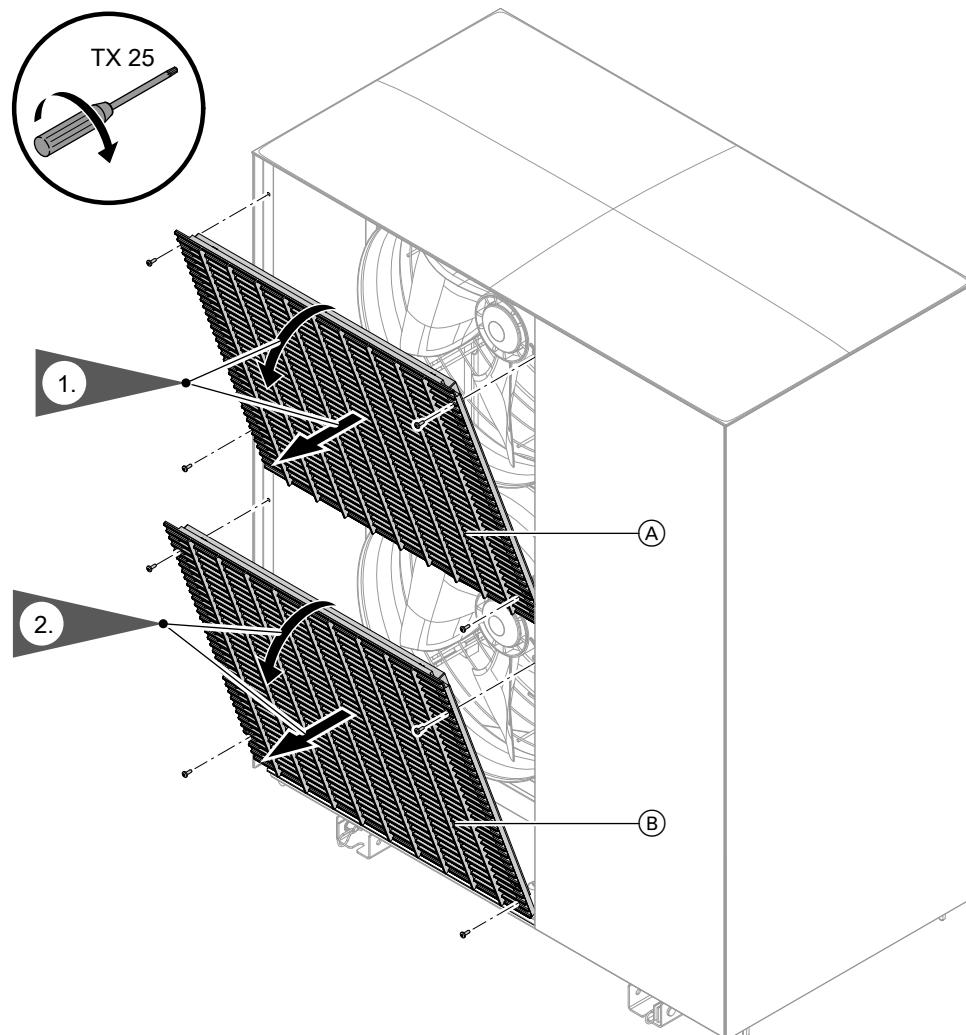

Fig. 100
2. Remove fan grille: See Fig. 100.
2. Remove fan grilles: See Fig. 100.